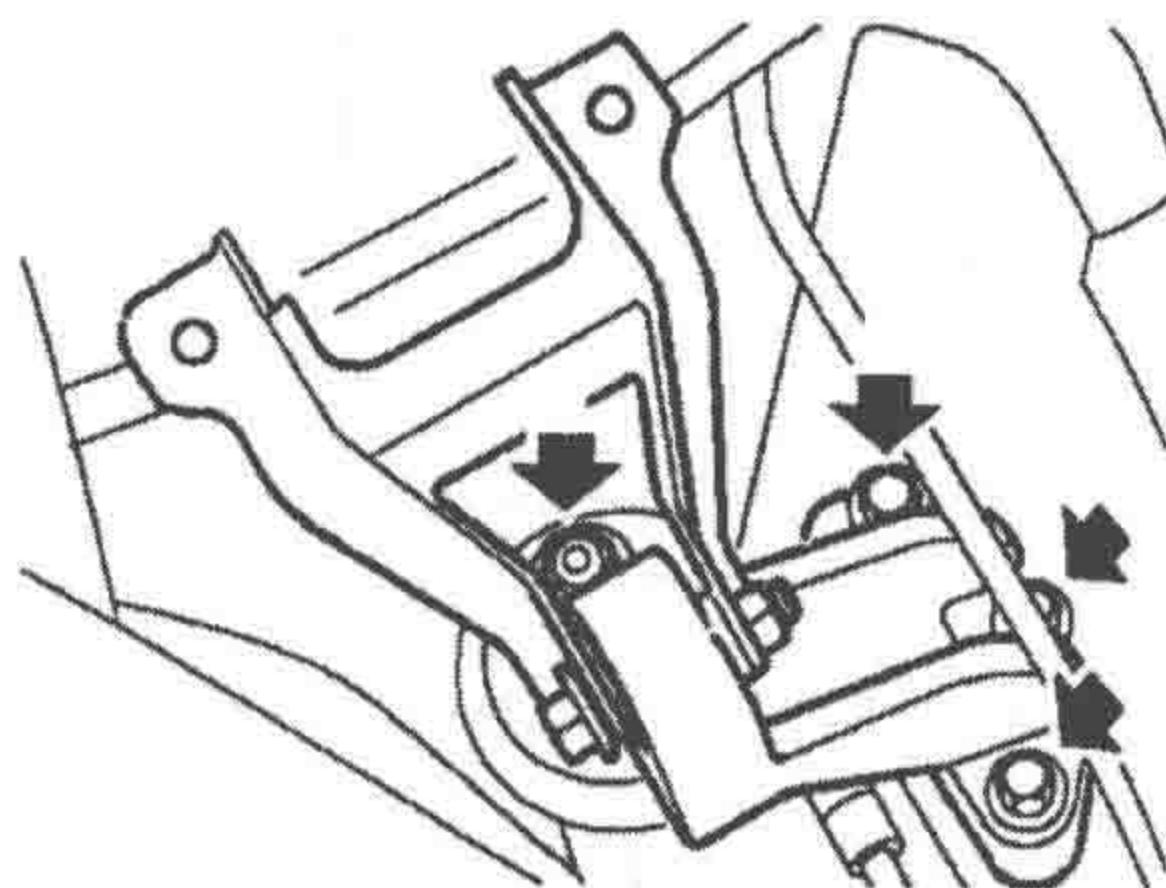

图 1-1-2 拆卸螺母和螺栓
- ⑥ 拧下把发动机右托架固定到液压悬置上的螺母，如图 1-1-2 所示。
- ⑦ 拧下把发动机右托架固定到发动机上的 3 个螺栓，如图 1-1-2 所示。